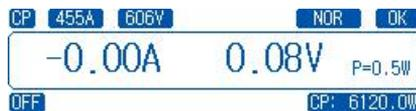

图 3-11 恒功率模式工作界面
- 1) 按下 **CP** 模式按键，按键指示灯变亮，进入恒功率模式工作界面，如图 3-11 所示。